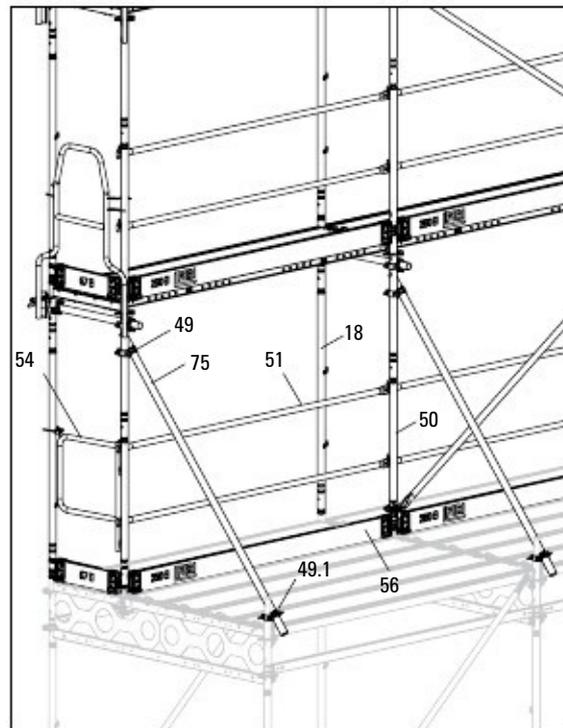

Fig. D5.09
- Прикрепете стойката за парапет EVP (50) към свръзката греда с греда UHA с фитинг.
- Прикрепете тръбата EVR 150 (18) към мултифункционалния трегер.
- Монтирайте парапета EPG (51) на стойката EVP (50).
- Монтирайте ограничителя UPF (56).
2. Монтирайте челния парапет EPF (54) върху първата и последната платформа на скелето.
3. Сглобете Easy Frame EVF (16) на всички колони на рамката.
5. Подпрете всяка колона на рамката с тръби за скеле (75), шарнирни свръзки (49, 49.1) и стенни свръзки (46).
6. Изграждането продължава в съответствие с раздел B4. (Fig. D5.09)